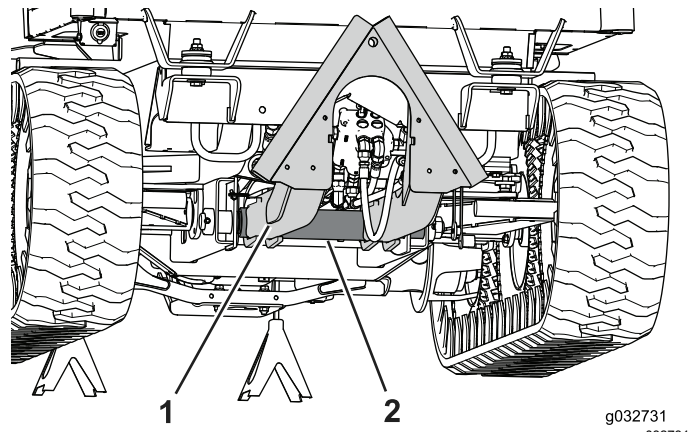

Figure 105
3. Placez un cric d'atelier sous le point de pivotement de l'accessoire et élevez l'avant du cadre jusqu'à ce que les roues centrales reviennent en arrière et touchent presque les roues arrière (Figure 105).